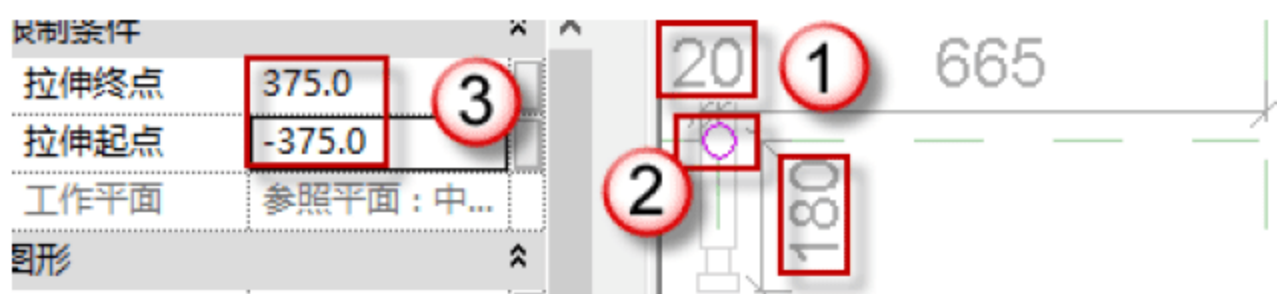

图 8.2.51 绘制纵向支架
(19) 纵向支架是半径为 15mm，长度为 840mm 的圆柱。进入“前立面”视图，按快捷键 R+P 和 C+O 绘制参考线。选择“创建”→“拉伸”→“圆形框”命令，绘制图框，在“属性”面板中编辑“拉伸起点”和“拉伸终点”的数值（-375，375），然后单击√按钮，如图 8.2.51 所示。